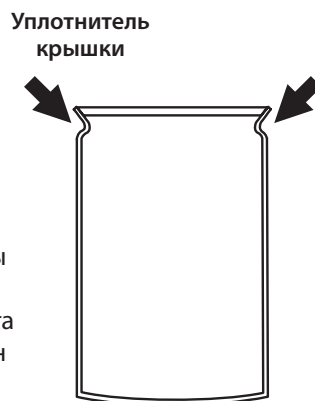

Рисунок 1
2. Смажьте меньшее уплотнительное кольцо фритюрным маслом и установите его в паз в верхней части маслосборника (см. рисунок 1).